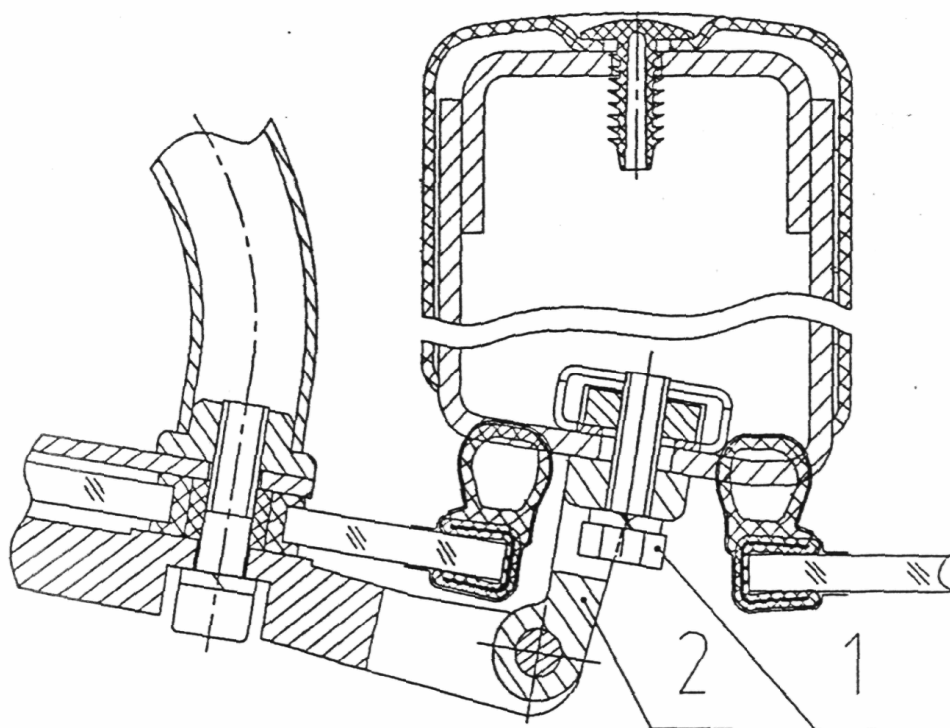

Рис. 5.16.5. Крепление двери к каркасу кабины:
- ослабить болты 1 (рис. 5.16.5) крепления петель 2 к стойкам каркаса кабины, найти нужное положение двери, затянуть болты (происходит регулировка положения двери относительно дверного проема).